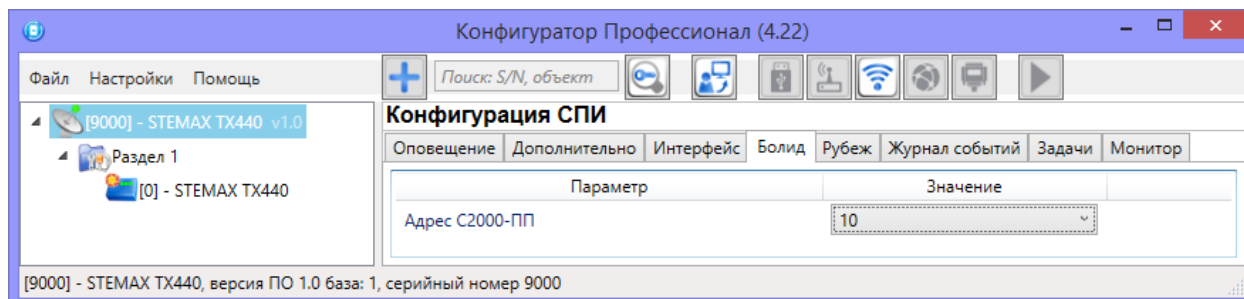

Рисунок 4.23 – Вкладка *Болид*
- На вкладке *Болид* (см. рисунок 4.23) выберите адрес преобразователя протоколов C2000-ПП в сети RS-485.